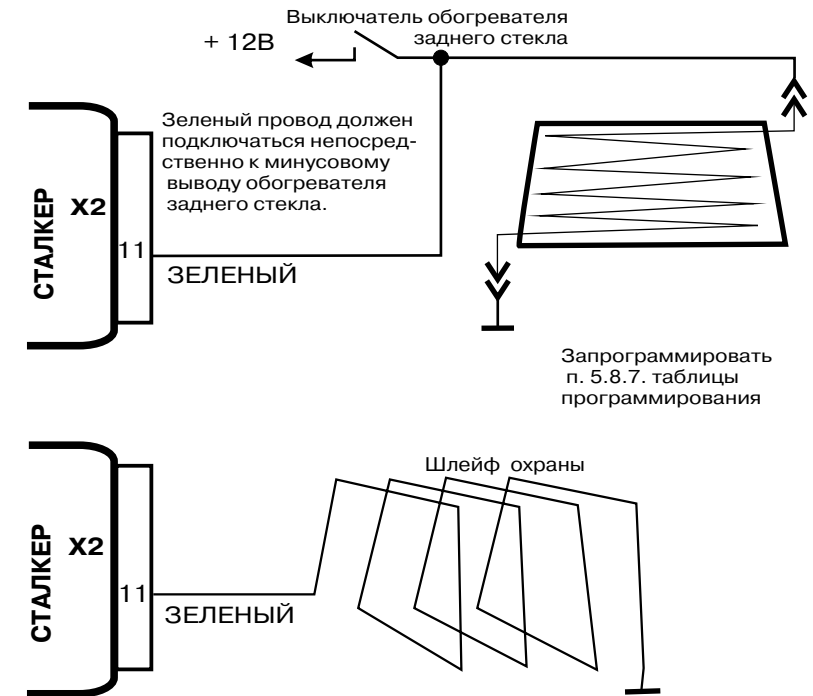

Рис. 2. Варианты подключения зоны охраны аксессуаров
5. В качестве зоны охраны можно также использовать сервисный(-) вход Х2/11 - см.рис.2.
При снятии заднего стекла злоумышленник получает доступ к аксессуарам, находящимся внутри автомобиля. Чтобы отреагировать на покушение, в автомобильном охранном комплексе СТАЛКЕР-600LAN3 предусмотрена зона охраны аксессуаров (рис.2). При предварительно запрограммированном п.5.8.7 ее срабатывание происходит в момент разрыва контакта между сервисным входом Х2/11 и -12В.